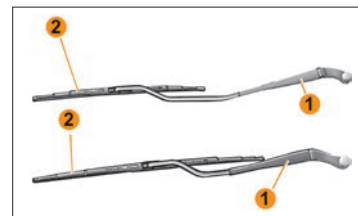

Рис. 8. Щетки стеклоочистителя
- поднимите рычаг **1** (рис. 8) стеклоочистителя с ветрового стекла;